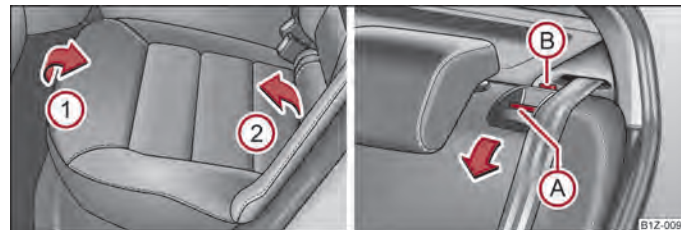

Fig. 47 Abatir la banqueta/desbloquear el respaldo
- Levantar el banco de asiento en el sentido de la flecha ① y abatirlo hacia delante en el sentido de la flecha ② ⇒ fig. 47.
- Presione el botón de desbloqueo (A) y abata el respaldo del asiento hacia delante.
- Cerciórese de que la espiga roja (B) está cubierta ⇒ fig. 47.